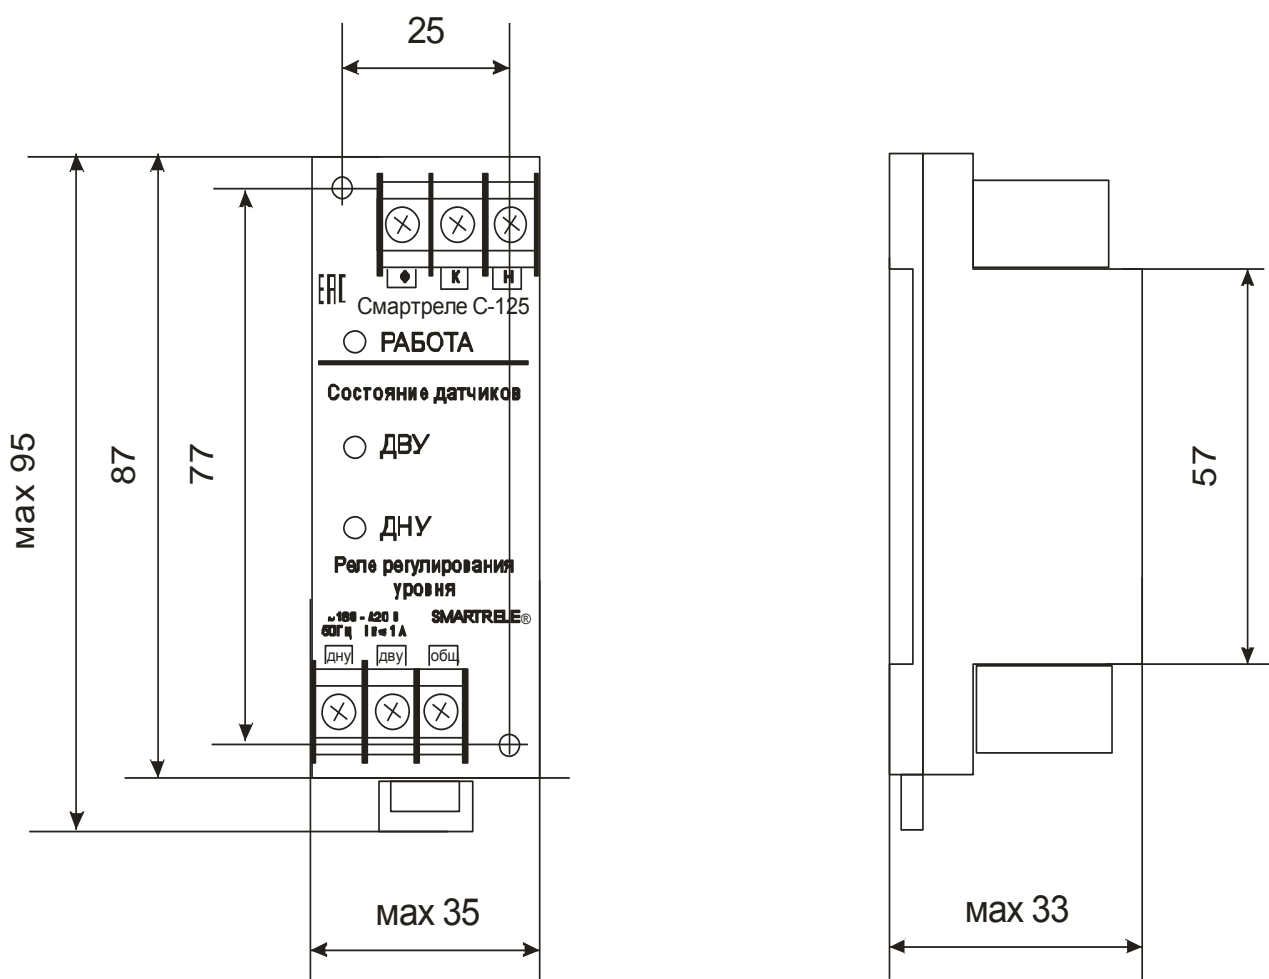
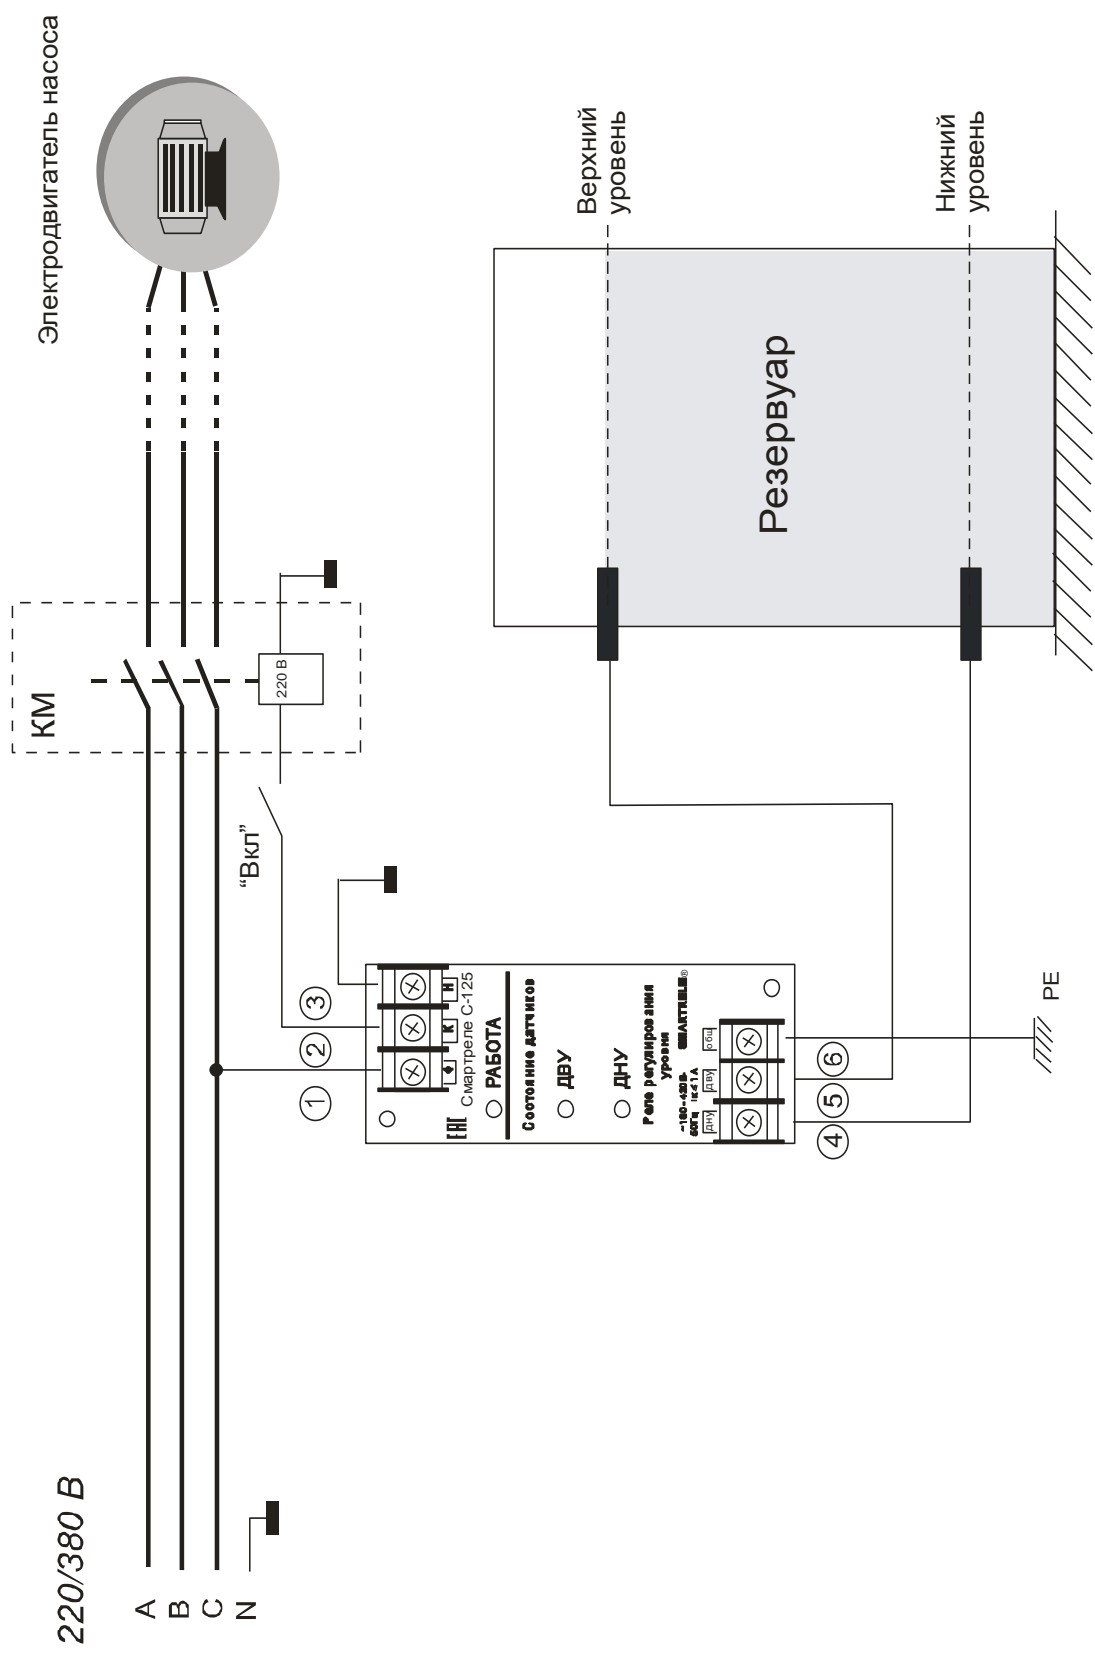

Рисунок 1 – внешний вид, габаритные и установочные размеры СМАРТРЕЛЕ С-125
Рисунок 2 – схема включения SMARTРЕЛЕ C-125 в систему управления электродвигателем насоса
5.1 Внешний вид реле, габаритные и установочные размеры показаны на рис.1. Схема подключения реле в систему управления электродвигателя насоса показана на рис.2.
7.2 Подключение реле производится в соответствии со схемой рис.2.